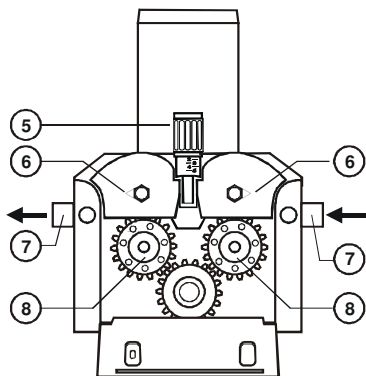
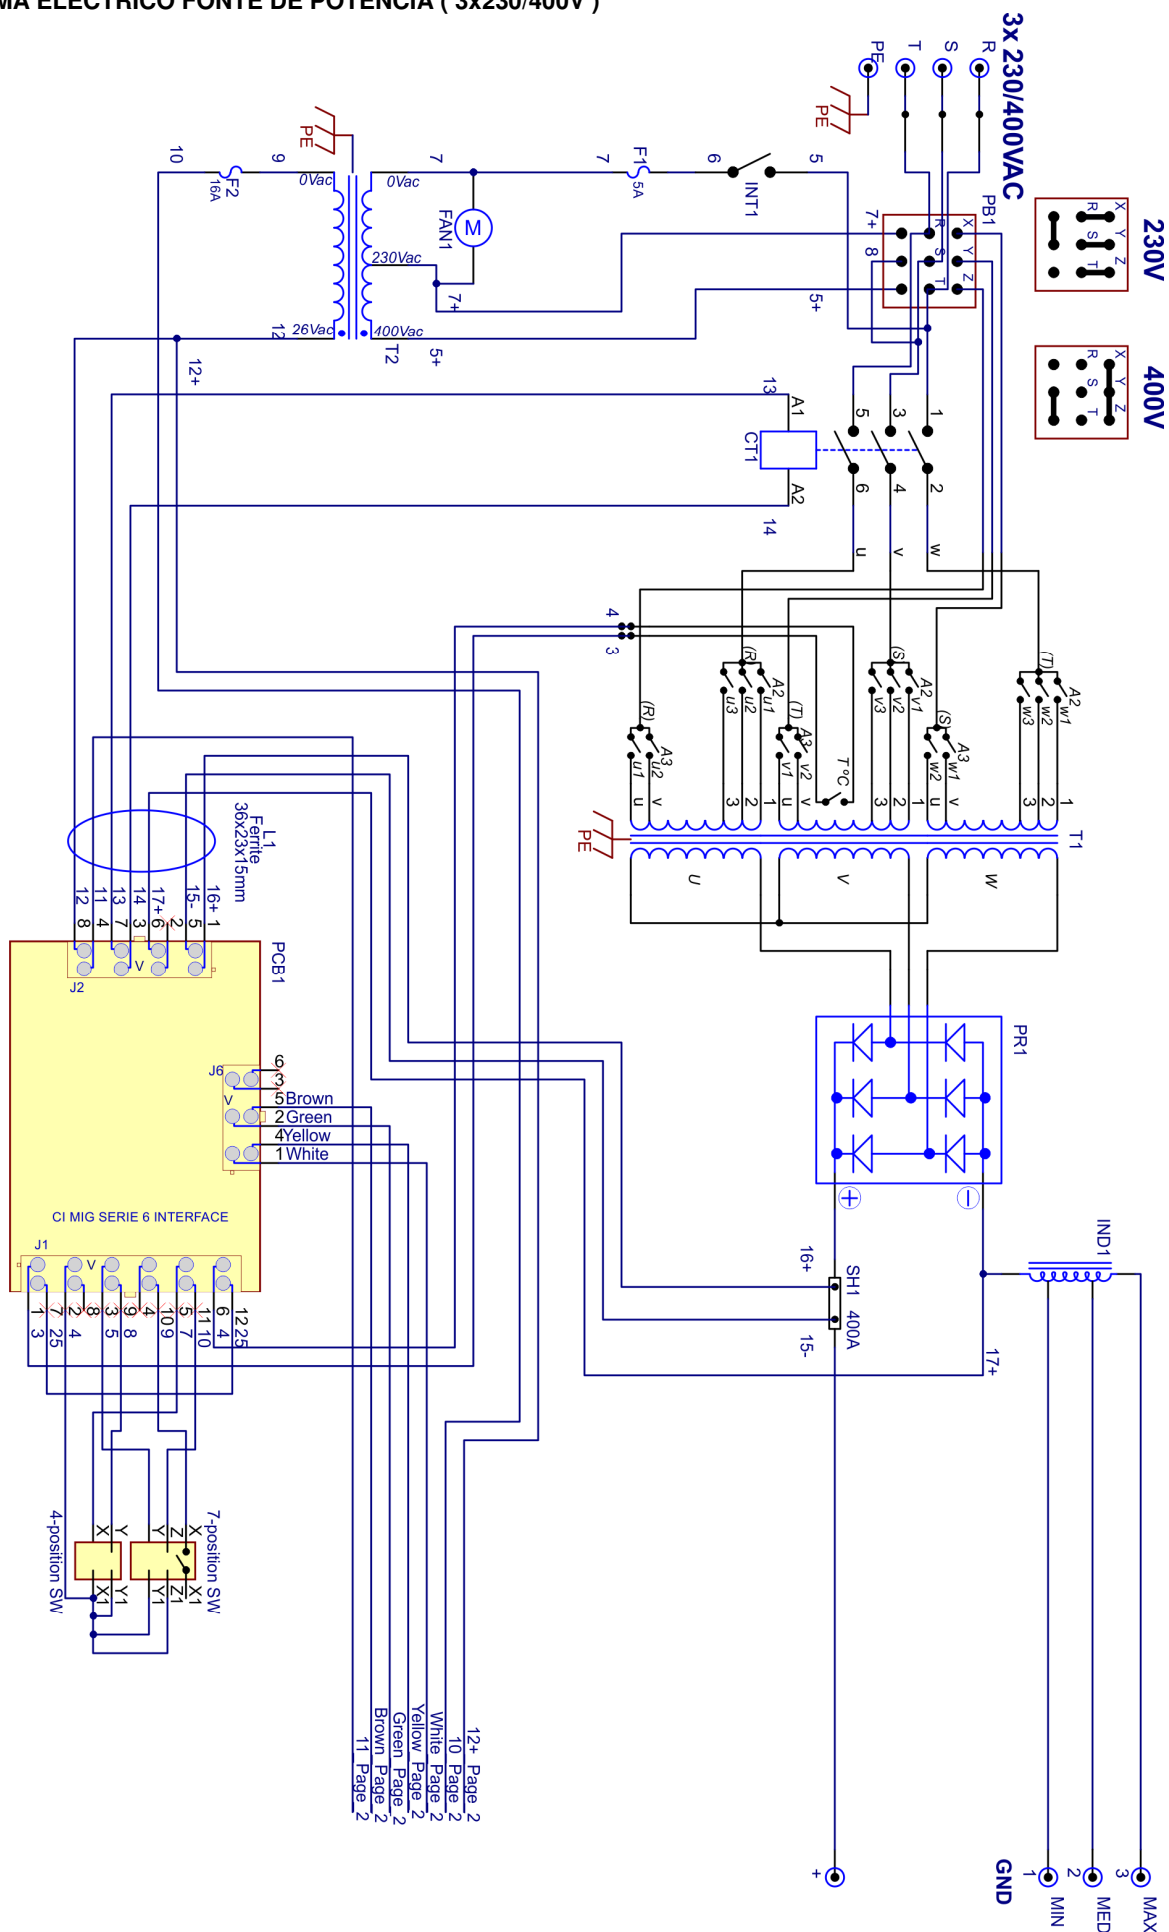

Fig.2 – Motor 4 roletes
Fig.3
- Os roletes do motor redutor (8-fig.2) e a ponteira da pistola (9-fig.3) devem corresponder ao diâmetro do fio a utilizar.
- Seguidamente, deve conduzir-se o fio através dos roletes (8-fig.2) e do guia-fio (7-fig.2) fazendo-o avançar manualmente alguns centímetros para dentro da pistola. De seguida, fechar as alavancas de tracção (6-fig.2) verificando cuidadosamente se o fio fica alojado na cava do rolete. Para regular a pressão dos roletes deve apertar-se ligeiramente o parafuso de regulação (5-fig.2); esta regulação deve ser completada com o motor em funcionamento gradualmente até se verificar que o fio avança sem patinar. Deve reduzir-se esta pressão ao mínimo indispensável para evitar deformações do fio por esmagamento.